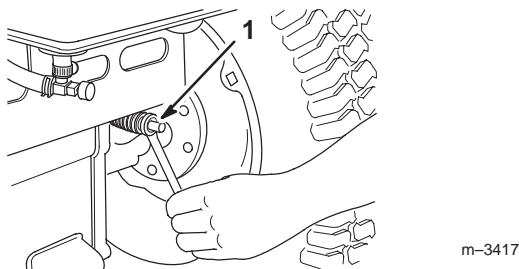

Figure 39
3. Vissez l'écrou de réglage à l'arrière du tracteur (Fig. 39) de façon à obtenir une garde à la pédale de 51 mm.